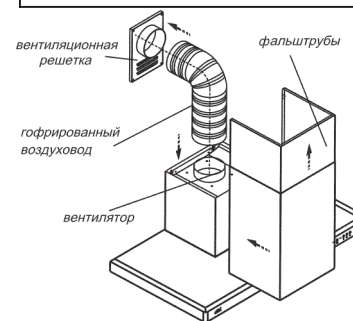

рис. 7
6.3 В зависимости от режима эксплуатации вытяжки соедините вентилятор с вентиляционной решеткой полужестким гофрированным воздуховодом (рис. 7) или установите на вентилятор угольные фильтры* . Угольные фильтры устанавливаются на защитные короба вентилятора (рис. 8, 8А)
- будьте осторожны при установке фальштруб (рис. 7), не повредите поверхности из нержавеющей стали. Их легко поцарапать.